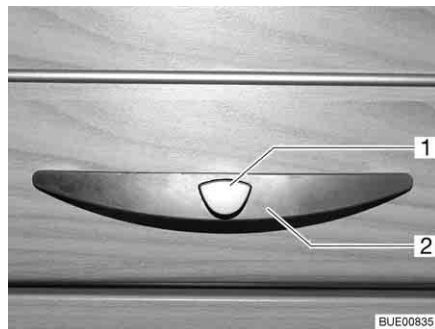
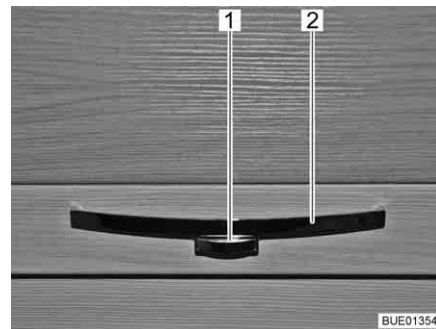

Fig. 53 Sportello del mobile con maniglia (esempio)
Fig. 54 Sportello del mobile con maniglia (esempio)
- Premere il bottone di sbloccaggio (Fig. 53,1 o Fig. 54,1) della maniglia (Fig. 53,2 o Fig. 54,2) e mantenerlo premuto.